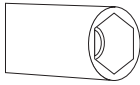

Figura 3
1. Vă rugăm să folosiți driverul cu cap special pentru îndepărtat și instalați duza ca. (Figura 3)